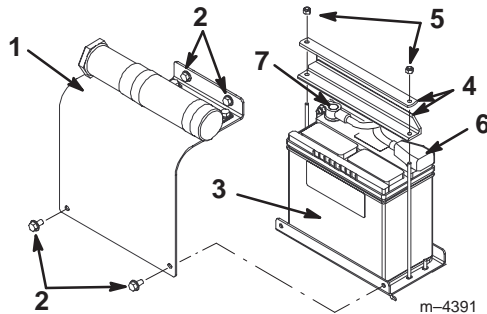

Bild 3
1. Entfernen Sie die vier Schrauben, mit denen die Batterieabdeckung befestigt ist und entfernen die Abdeckung (Bild 3).
2. Entfernen Sie die Muttern und Leisten, mit denen die Batterie gesichert ist (Bild 3).
10. Bauen Sie die Batterie in die Fahrerstation ein (Bild 3).
11. Sichern Sie die Batterie mit den Leisten und Muttern, die Sie vorher entfernt haben, wieder im Chassis ab (Bild 3).
12. Schließen Sie das Pluskabel (rot) am Pluspol (+) an (Bild 3). Schieben Sie die Gummiabdeckung über den Batteriepol.
13. Schließen Sie das Minuskabel (schwarz) am Minuspol (–) an (Bild 3).
14. Bringen Sie die Batterieabdeckung an (Bild 3).